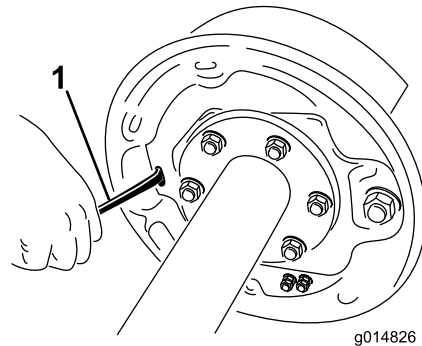

Figura 51
4. Con un destornillador, gire la rueda de estrella del ajustador para abrir las zapatas de freno (Figura 51).